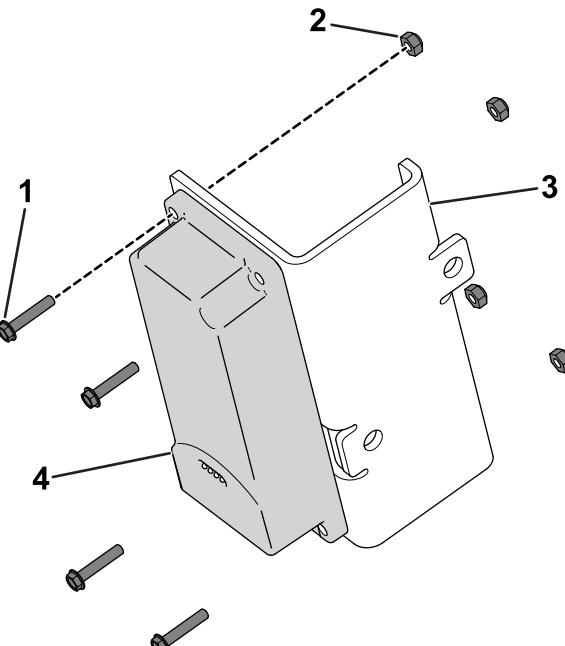

図 6
1. 六角ボルト (#10 x 1") 4本とロックナット (#10)4個を使って、テレマティクスデバイスをデバイス ブラケットに固定する 図 6。